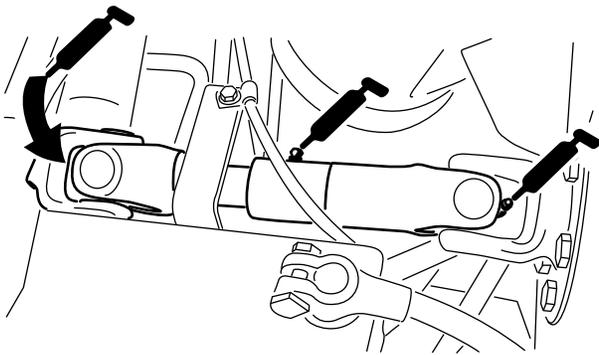

Figura 50
- Junta em U do veio de acionamento da bomba (3) (Figura 50)